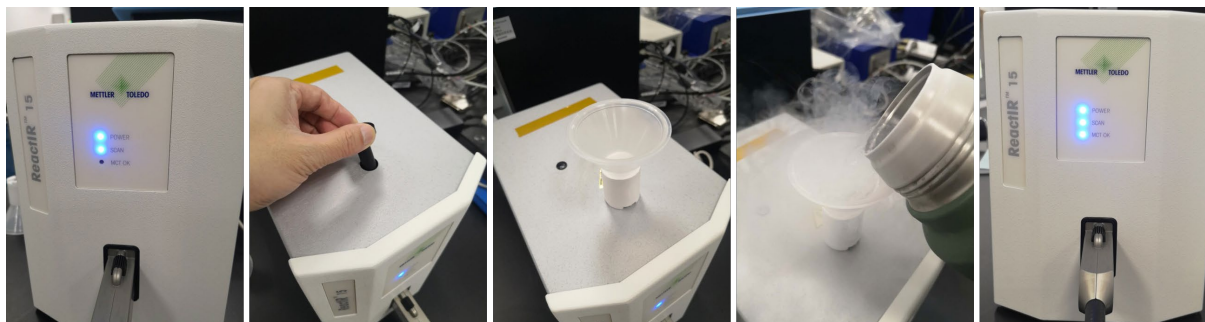

图 4-4 MCT 检测器加液氮
4.1.5 在完成电源线和 USB 的连接后，在主机的正面能看到【POWER】灯亮，【SCAN】灯闪烁，表面电源和数据连接正常。此时【MCT OK】的灯是不亮的。MCT 检测器需要在液氮制冷下才能工作，加液氮的过程如图 4-4 所示，当液氮加满检测器后，【MCT OK】的灯此时是亮的，说明检测器可以正常工作了。